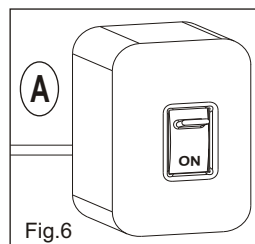

Fig.6
4) Alimenter l'armoire (Fig.6).